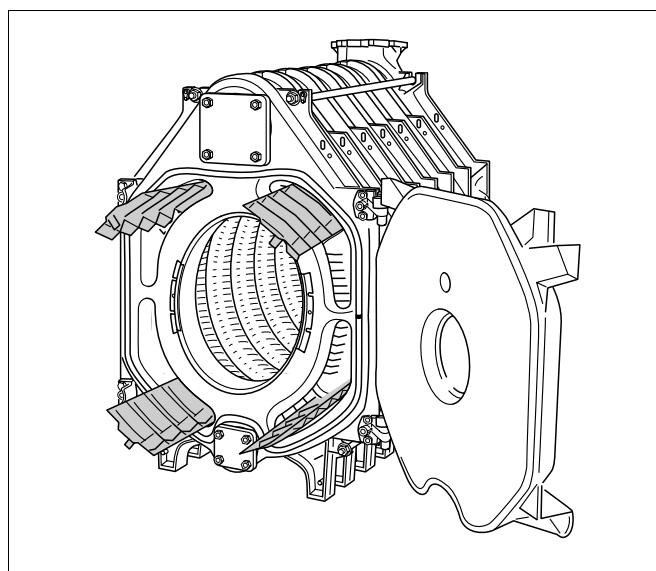

Fig. 31 Turbulateurs de gaz de combustion (uniquement chaudières avec 8 - 11 éléments)
- Retirer les turbulateurs du carton des garnitures et les placer dans les parcours de fumées suivant l'inscription (voir fig. 31 et tableau ci-dessous).